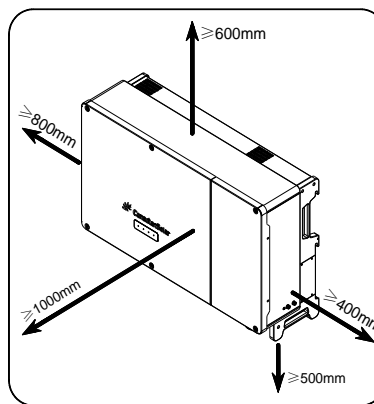

FIG 3-3 Espaço de instalação do inversor único
- 1) Garanta um amplo espaço ao redor do inversor para acomodar a dissipação de calor adequada (conforme mostrado na FIG 3-3 A manutenção do módulo de ventilador externo do inversor requer um espaço maior no lado esquerdo).